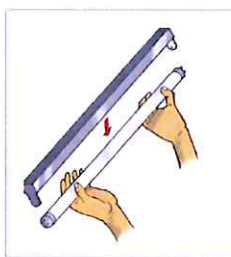

Fig. 7
3. Para desmontar un tubo fluorescente, sujételo por los dos extremos (no por el centro, pues se puede romper), gírelo en 90° grados y tire de él suavemente para desencajarlo de los terminales. Para volver a colocarlo, encaje los extremos en su sitio y gírelos en 90° grados, pero en sentido contrario (Fig. 7).